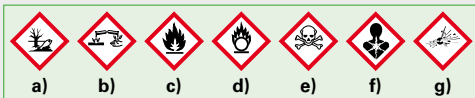

Bild 1: Gefahrenpiktogramme
8. Geben Sie die Bezeichnungen für die in **Bild 1** dargestellten Gefahrenpiktogramme von a) bis g) an.